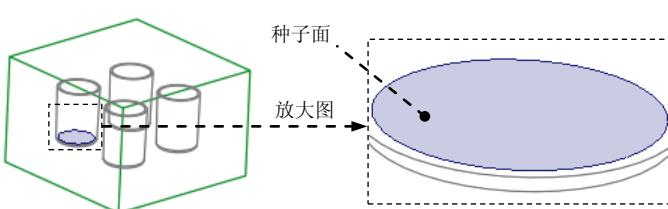

图 25.15 定义种子面
- (1) 选择命令。单击 **编辑模具体积块** 选项卡中 **体积块工具** ▾ 区域中的“聚合体积块工具”按钮 。此时系统弹出“聚合体积块”菜单。
- (2) 定义选取步骤。在“聚合体积块”菜单中选择 **Select (选择)** **Done (完成)** 命令，此时系统显示“聚合选取”菜单。
- (3) 定义聚合选取。
- ① 在“聚合选取”菜单中选择 **Surf & End (曲面和边界)** **Done (完成)** 命令。
- ② 定义种子曲面。在系统 的提示下，先将鼠标指针移至图 25.15 所示的模型中的目标位置并右击，在系统弹出的快捷菜单中选取 **从列表中拾取** 命令，系统弹出“从列表中拾取”对话框，在对话框中选择 **曲面:F1 (外部合并):COVER_MOLD_REF**，单击 **确定 (O)** 按钮。
- 说明：在列表框选项中选中 **曲面:F1 (外部合并):COVER_MOLD_REF** 时，此时图 25.15 中的塑料杯盖内部的底面会加亮，该底面就是所要选择的“种子面”。